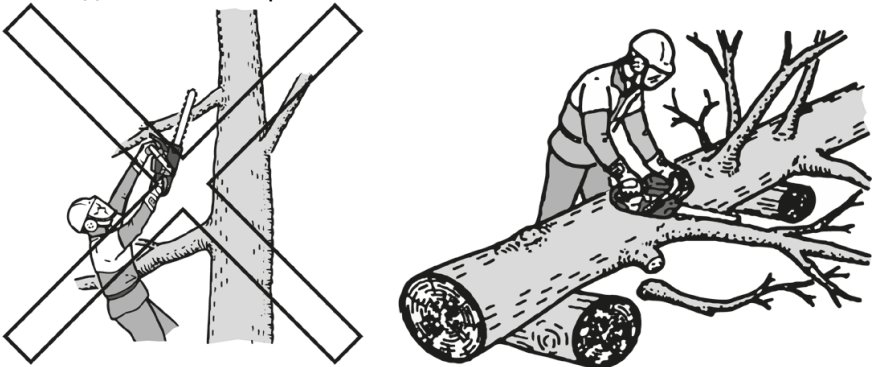

Рисунок 17. Схема обрізання малих гілок.
5.3.3.1 Обрізання малих гілок здійснювати тільки на поваленому дереві згідно зі схемою рис. 17.